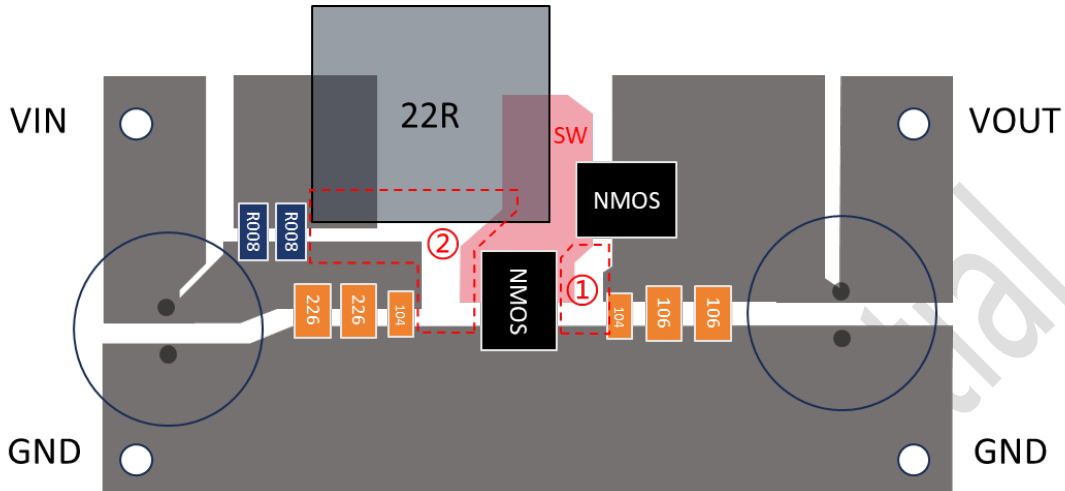

图11-3. PCB布局图
以PL3902升压电路为例，图11-3为功率级的布局示意图，在布局时应当优先考虑虚线标注的区域①和②，尽可能的使其围成的面积减小，尤其是区域①更为重要。VOUT端的100nF的瓷片电容需要紧靠功率MOS管，以便瞬态电流能以最短路径流回GND，减小噪声和干扰。功率级的线宽要满足能过大电流的能力，受贴片器件影响的区域需要通过过孔连通内层铜皮，增大载流能力。在扇热条件允许的情况下，SW节点的铜皮不能太大，以免SW节点向空间辐射电场，引起EMI问题。降压电路也是如此，区别是输入和输出的方向相反，但区域①和②的位置不变，需要遵循与之相同的规则。